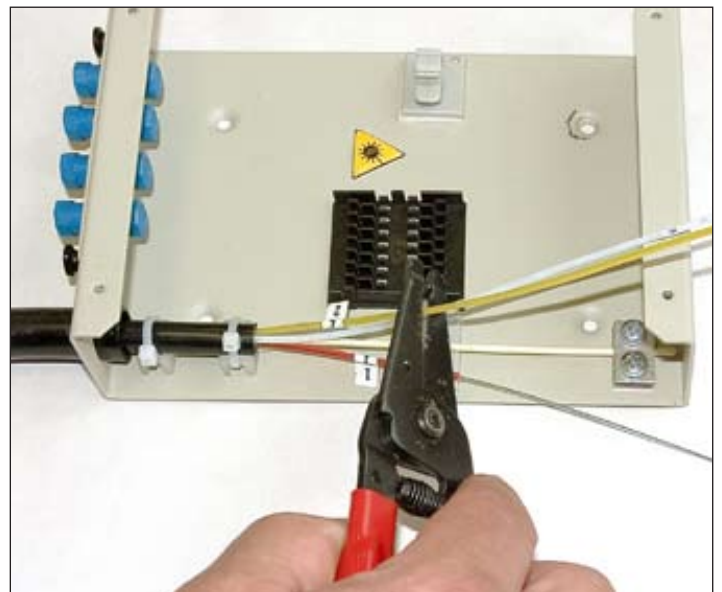

Рисунок 5.3 - Удаление лишней длины ОМ
5.7 При помощи стриппера T-type надрезать ОМ, снять оболочку и удалить лишнюю длину (*рисунок 5.3*)